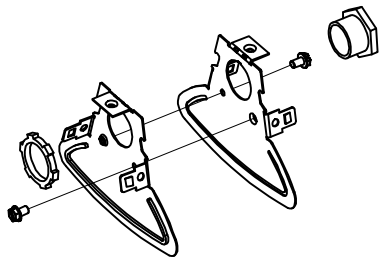

Fig 6: Réunissant
- 2) Retirer rejoindre endcaps et retirer KOs . Fixer les embouts avec (2) vis de 4mm et ( 1 ) taille 16 chase mamelon pour créer l'assemblage menuisier comme le montre la Fig 6.